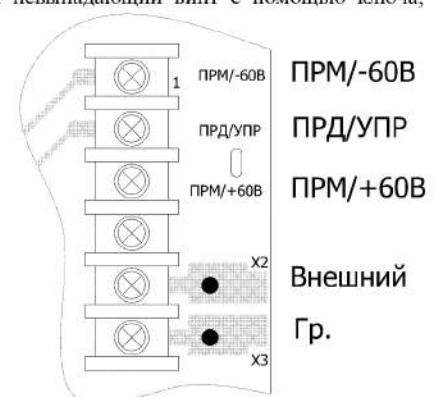

Рисунок 1 – Расположение контактов на клеммной колодке ППУ
- произвести подключение концов линейного кабеля к клеммной колодке согласно надписям под колодкой и на внутренней части крышки (см. рисунок 1);